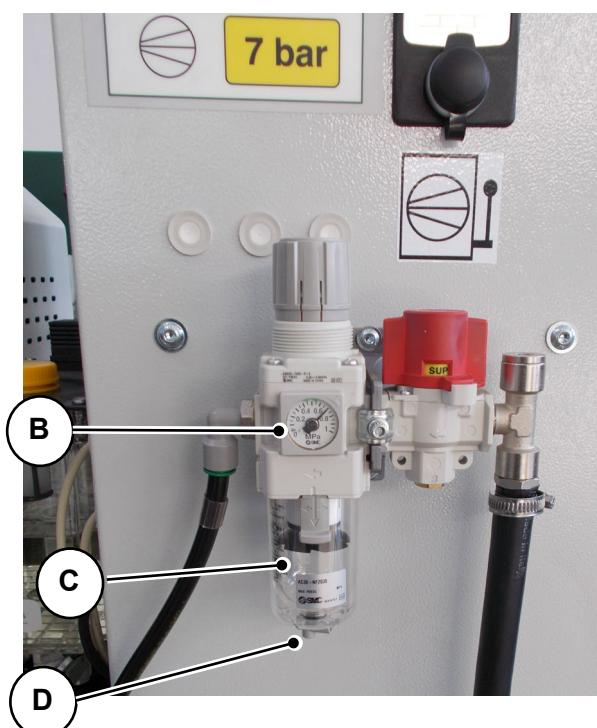

Fig. 09-01
- Verifique o nível de óleo de lubrificação “A” (Fig. 09-01) do corte (a falta de óleo é sinalizada no aparelho).
- Verifique no manômetro “B” (Fig. 09-01) o nível da pressão do ar de entrada.
- Verifique se há condensação no copo “C” (Fig. 09-01). Se houver condensação no copo, pressione o bico “D” (Fig. 09-01) para cima até que seja descarregado (esta operação é realizada sem desconectar a ALVA 55 da rede de ar). Em qualquer caso, a drenagem do condensado ocorre automaticamente (sempre com a porca de anel aberta) toda vez que a mangueira de alimentação de ar é desconectada.